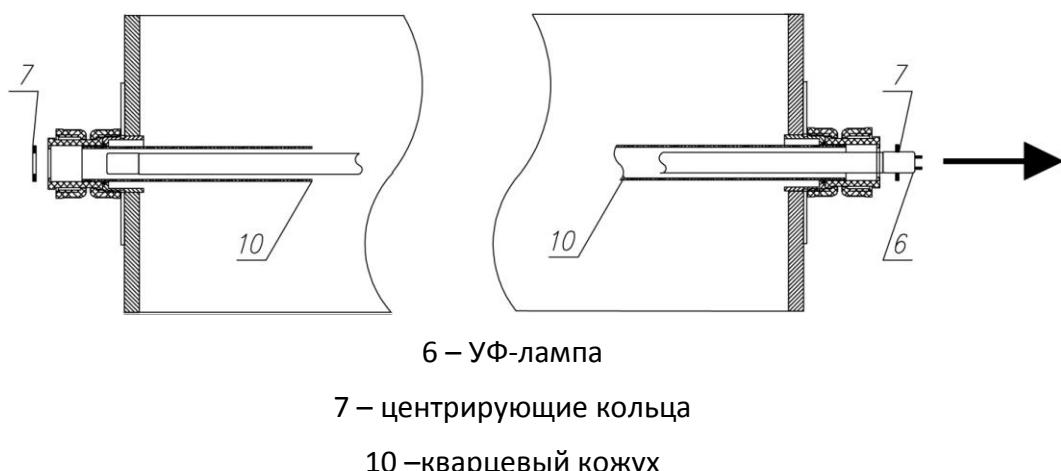

Рис. 4 Демонтаж УФ-лампы
- 5) Аккуратно протолкнуть лампу (6) в направлении штырьковых контактов (см. Рис. 4), одновременно освобождая от центрирующих колец (7)
- 6) Осторожно извлечь лампу (6) из кварцевого кожуха (10)
- 4) Надеть на свободный конец кварцевого кожуха второе уплотнение (9) и выровнять кожух с равными расстояниями от торцевых стенок корпуса
- 5) Установить муфты крепления и туго затянуть накидные гайки (8) по резьбе патрубков (11).
- 7) Заполнить установку водой, открыв кран (1) на входном патрубке реактора и кран (2) на выходном патрубке (см. Рис. 4)
- 8) Провести проверку герметичности кварцевого кожуха при рабочем давлении установки. В случае появления воды в местах уплотнения, подтянуть гайки (8) до устранения подтекания